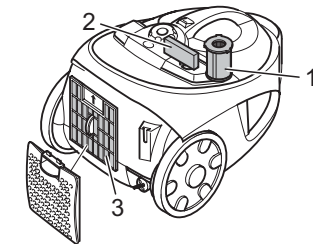

Abb. 18
- **Lamellen-Zentralfilter (Abb. 18/1)**
- **Motor-Schutzfilter (Abb. 18/2)**
- **Hygiene-Ausblasfilter (Abb. 18/3)**